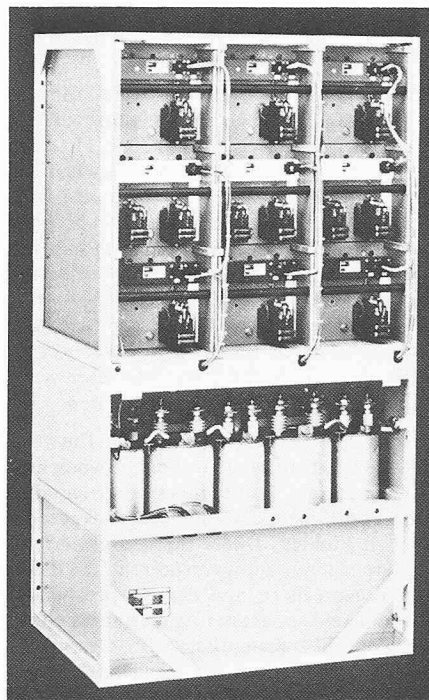

Bild 14. Wechselrichtereinheit (Modul) für Drehstromantriebstechnik
- Fortgeschrittene Modularität, z. B. identische Wechselrichtereinheiten bei Diesel-Rangierlokomotiven 700 PS und grossen Diesellokomotiven 4000 PS (Bild 14).